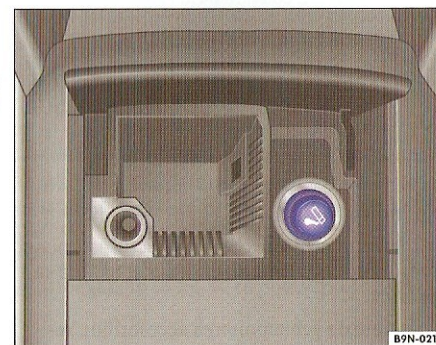

Fig. 61 Bricheta din scrumieră față.
- Apăsați capătul brichetei ⇒ fig. 61 înăuntru ⇒ ⚠.